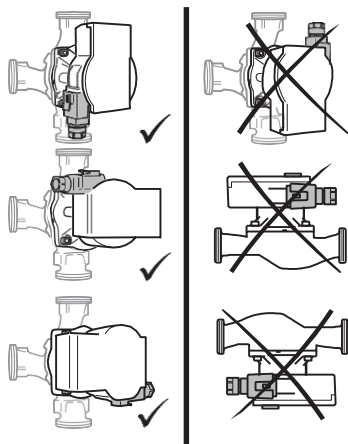

Abb. 2: Einbaulagen
- Wählen Sie den Einbauort entsprechend der zulässigen Einbaulage (Abb. 2).
- * Zulässige Einbaulage der Pumpe beachten (Bild 2), Motor drehen Kopf (2 + 6) ggf.
- * Zulässige Einbaulage (Abb. 2) und Durchflussrichtungspfeil auf dem Pumpengehäuse (1) beachten.
- * Die 4 Gehäuseschrauben (5) festziehen.